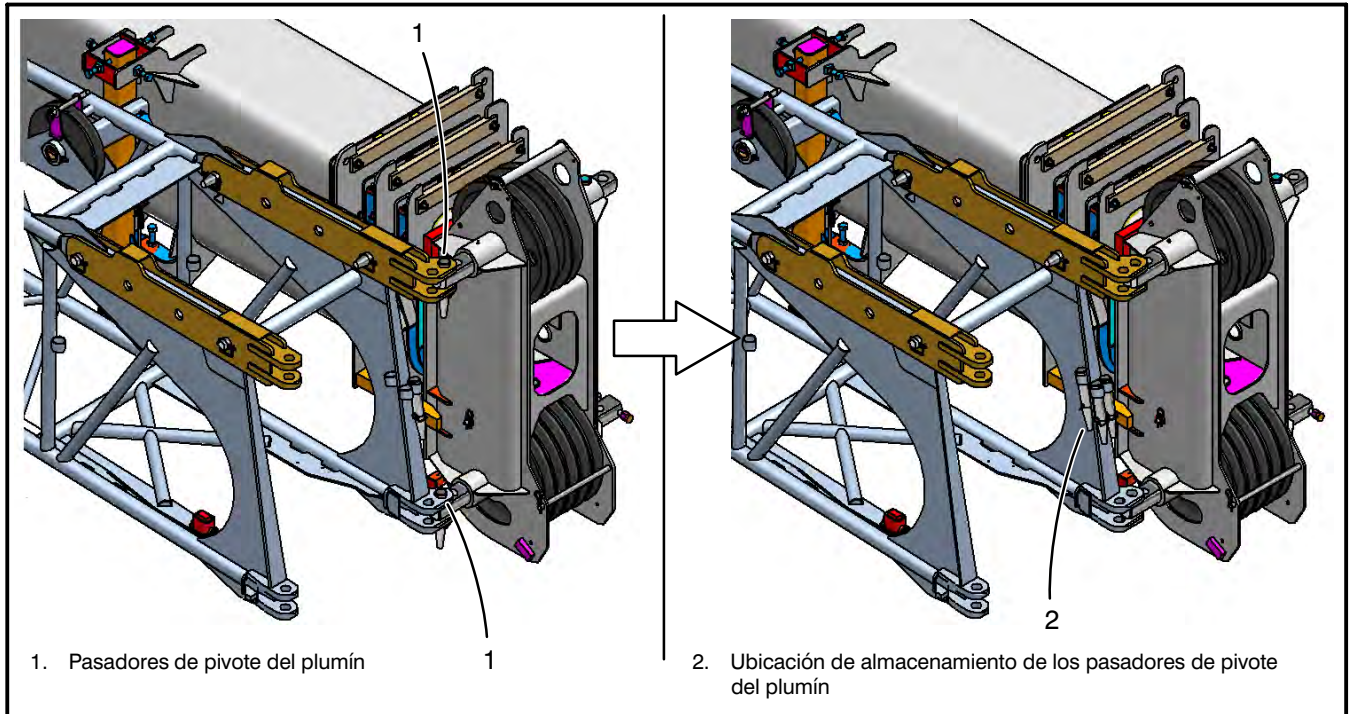

Figura 4-61
23. Extraiga dos pasadores de pivote de conexión de la base de plumín del lado derecho de la pluma. Consulte la Figura 4-61. Guarde los pasadores y soportes en la ubicación de almacenamiento ubicada en la parte trasera derecha de la sección base del plumín.